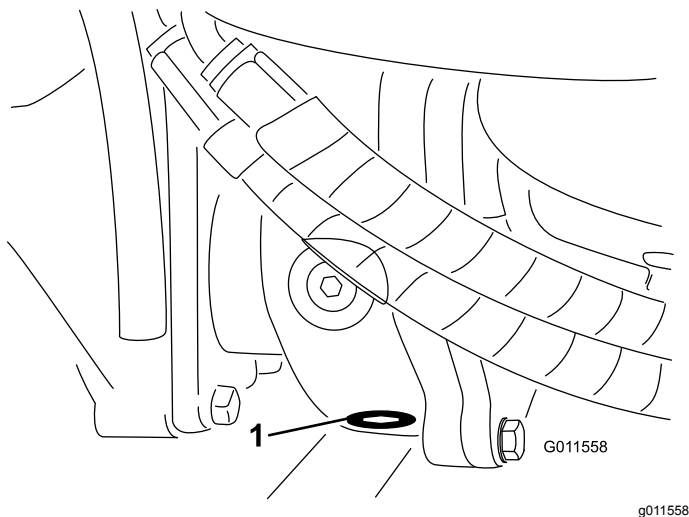

Figure 70
5. Nettoyez la surface autour du bouchon de vidange au bas du boîtier d'engrenages (Figure 70).